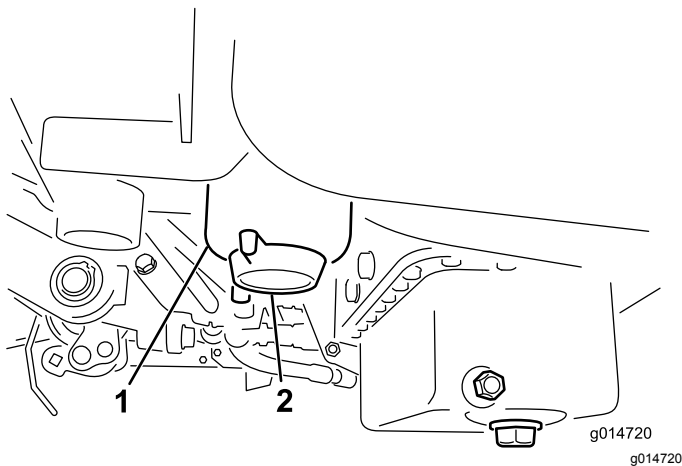

Figure 34
2. Nettoyez la surface autour des supports de la cartouche du filtre (Figure 34).
4. Ouvrez le robinet du filtre (Figure 34).